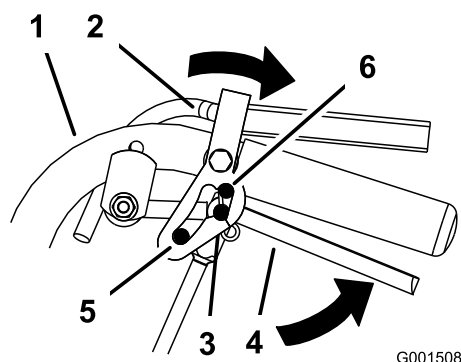

Figura 10
2. Posizionate i pollici sulla parte superiore dei blocchi e spostateli indietro fino a quando i perni non sono in posizione di FOLLE (Figura 10).